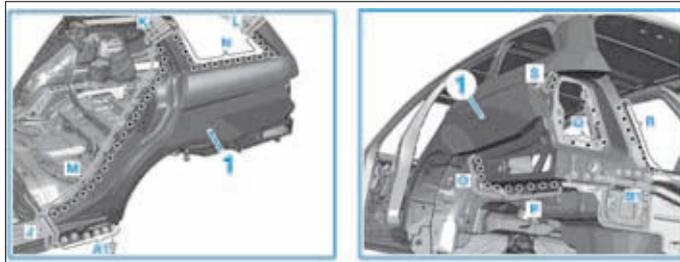
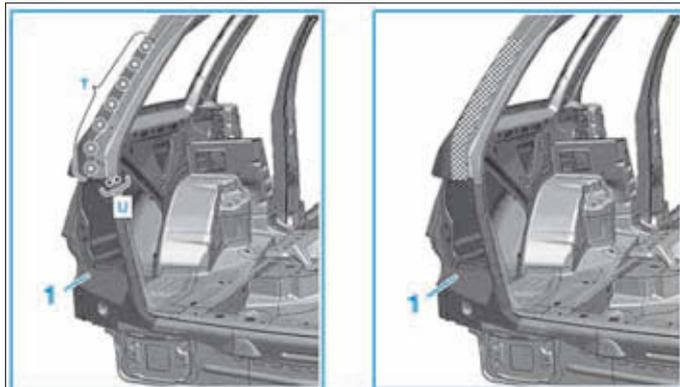

FIG. 118
FIG. 119
- Poser et ajuster l'aile arrière (1).
- Souder (Fig.118) et (Fig.119) :
- par bouchonnage dans la zone (T).